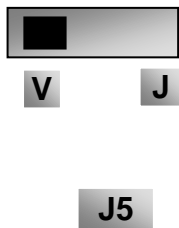

Abbildung 8-7
- xii. Über die Analogausgangsklemme AO1 kann ein Spannungs- und Stromsignal ausgegeben werden. Der Wahlschalter ist J5 (siehe Abbildung 8-7). Das Ausgangsverhältnis ist in Tabelle 8-4 dargestellt.